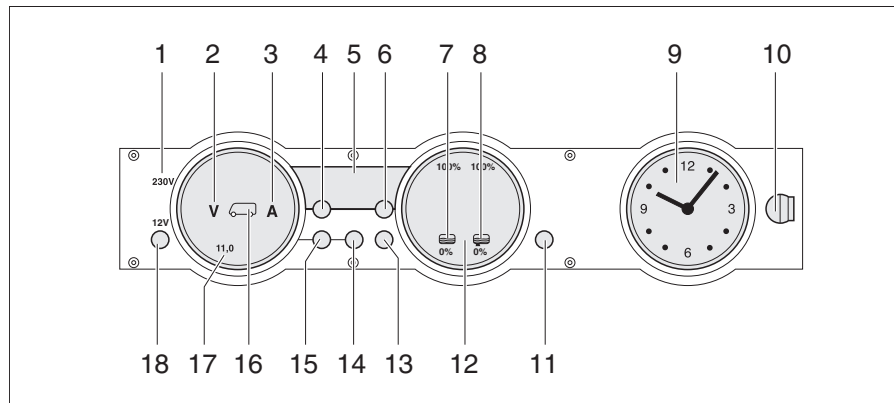

Bild 261 Panel MP 20-T
Die 230-V-Kontroll-Leuchte (Bild 261,1) leuchtet, wenn am Eingang des Elektroblocks Netzspannung vorhanden ist.
Der 12-V-Hauptschalter (Bild 261,18) schaltet das Panel und die 12-V-Versorgung des Wohnraums ein und aus.
- Taste "12 V" (Bild 261,18) kurz drücken. Die 12-V-Versorgung des Wohnraums ist eingeschaltet. Die Kontroll-Anzeige "12 V" leuchtet.
- ▷ Wenn nach dem Einschalten die LED "11,0" der Voltanzeige sowie das Symbol Volt "V" (Bild 261,2) im Anzeigeelement Batterien (Bild 261,17) blinken, dann ist die Spannung der Wohnraumbatterie zu gering. Batterie laden.
- ▷ Wenn nach dem Einschalten die Kontroll-Anzeige "12 V", das Symbol Wohnraumbatterie (Bild 261,16) und das Symbol Volt "V" (Bild 261,2) dreimal blinken, dann ist die Batterietrennung aktiviert. Batterietrennung deaktivieren.
- Taste "12 V" (Bild 261,18) kurz drücken. Die 12-V-Versorgung des Wohnraums ist ausgeschaltet. Die Kontroll-Anzeige "12 V" erlischt.
- Taste Wohnraumbatterie (Bild 261,14) drücken und ca. 10 Sekunden lang gedrückt halten. Die Symbole Volt "V" (Bild 261,2) und Ampere "A" (Bild 261,3) blinken dreimal. Die Wohnraumbatterie ist vom 12-V-Bordnetz getrennt.
- Taste "12 V" (Bild 261,18) drücken und ca. 5 Sekunden lang gedrückt halten. Das Symbol Volt "V" (Bild 261,2) blinkt dreimal. Die Wohnraumbatterie ist mit dem 12-V-Bordnetz verbunden. Die Kontroll-Anzeige leuchtet nach ca. 2 Sekunden.
- Taste Wohnraumbatterie "🔋" (Bild 261,14) drücken. Das Symbol Volt "V" (Bild 261,2) leuchtet. Das Symbol Ampere "A" leuchtet je nach Ladung oder Entladung weiß bzw. rot. Die Batteriespannung und der Strom der Wohnraumbatterie werden über die LEDs im Anzeigeeinstrument angezeigt.
- Taste Starterbatterie "🔋" (Bild 261,15) drücken. Das Symbol Volt "V" (Bild 261,2) leuchtet. Die Batteriespannung der Starterbatterie wird über die LEDs im Anzeigeeinstrument angezeigt.
- Taste Tanks  (Bild 261,13) drücken. Die Symbole Wassertank  (Bild 261,7) und Abwassertank  (Bild 261,8) leuchten. Die Füllstände des Wassertanks (linke Skala) und des Abwassertanks (rechte Skala) werden über die LEDs im Anzeigeeinstrument angezeigt.
Das Symbol Volt "V" (Bild 261,2) und die LED "11,0" blinken, sobald die Spannung der Batterie 11 V (Messung bei laufendem Betrieb) unterschreitet und damit Tiefentladung droht.